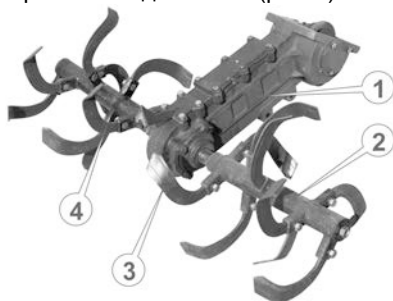

Рис. 4.5.
6. Установите ножи (3,4) (см. рис. 4.5.) На ступицы (2), закрепляя их креплением с ЗиП. Ножи устанавливаются острой стороной по направлению движения (резки) левый напротив правого.